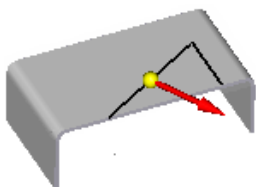
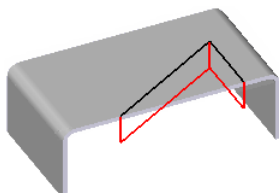

图 6.1.18 定义材料侧方向
图 6.1.19 定义冲压方向
(1) 在“凹坑”命令条中单击“侧步骤”按钮，定义其材料侧方向如图 6.1.18 所示，单击鼠标左键。
(2) 在“凹坑”命令条中单击按钮，单击“偏置尺寸”按钮，在距离: 文本框中输入值 20，并按 Enter 键。
(3) 在“凹坑”命令条中单击按钮，系统弹出“凹坑选项”对话框，在拔模角 (T): 文本框中输入值 25，在倒圆区域选中 ☒ 包括倒圆 (T) 复选框，在凸模半径文本框中输入值 4；在凹模半径文本框中输入值 10；选中 ☒ 包含凸模侧拐角半径 (A) 复选框，在半径 (R): 文本框中输入值 6，单击 **确定** 按钮。
(4) 定义冲压方向，如图 6.1.19 所示，单击鼠标左键。